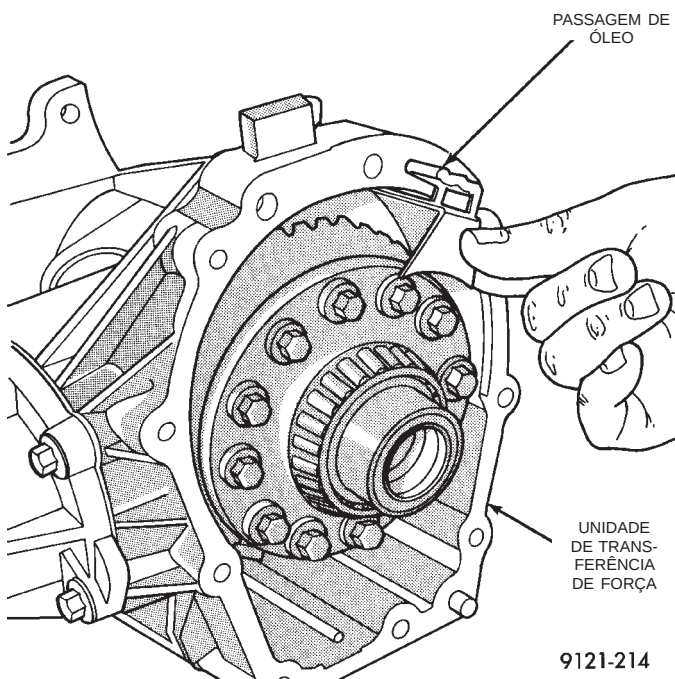

Fig. 17 Passagem de Óleo
(3) Remova a passagem de óleo da coroa (Fig. 17).